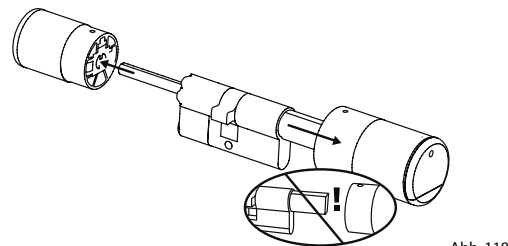

Abb. 118
- 3 Ziehen Sie den Knopf der Außenseite komplett ab und den der Innenseite soweit wie möglich nach hinten (Abb. 118).